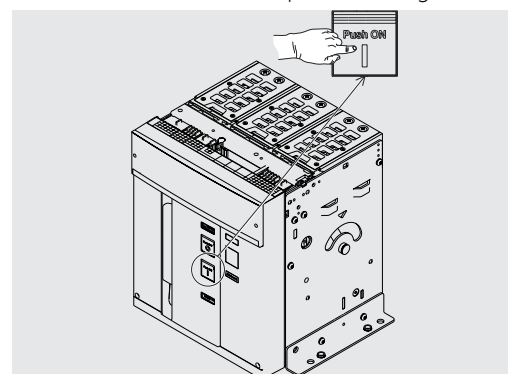

Figure 77
4. Fermeture - Appuyer sur le bouton de fermeture "I - Push ON" comme indiqué dans la Figure 77.